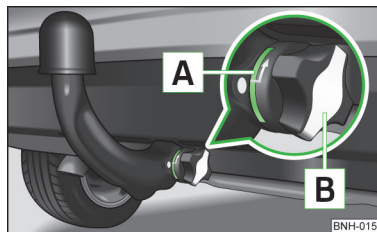

Fig. 109
- ✓ Marcajul verde **A** » fig. 109 de pe roțiță indică spre marcajul alb de pe tija cuplei.